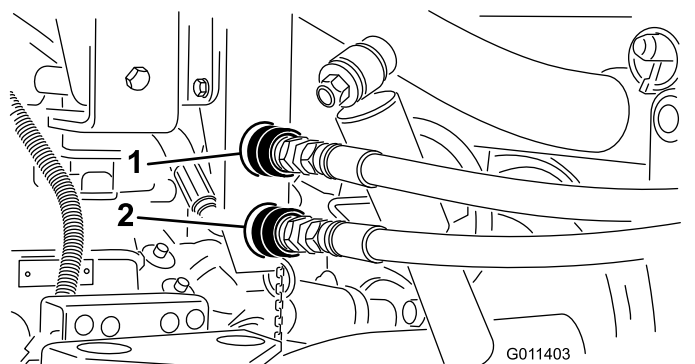

图17
3. 连接之前需要清洁铺沙机接头图17上的任何污垢。肮脏的接头可能会将污染物带入液压系统。清洁之后将两个快速接头都连接到 Workman。软管被标记为“A”和“B”在安装时将要与快速接头相匹配。确保两个快速接头都完全接合。
注意 图17所示的接头来自于序列号为 239999999 之前的工作车。